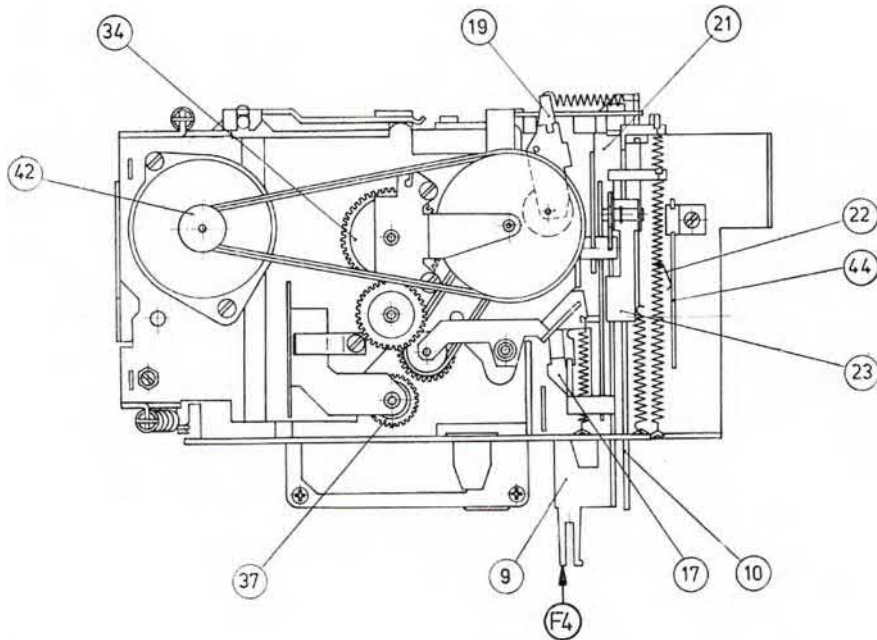

Bild 2.4.
2.1.4. Funktion „Schneller Vorlauf“ (Bild 2.4.)